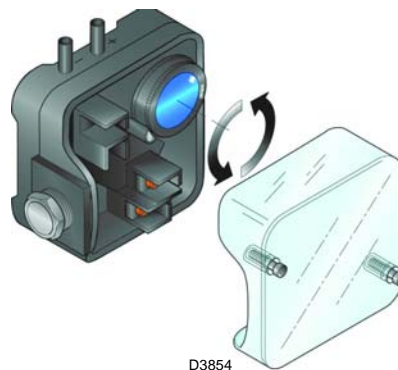

Fig. 23
- Regular el presostato aire al inicio de la escala (Fig. 23).